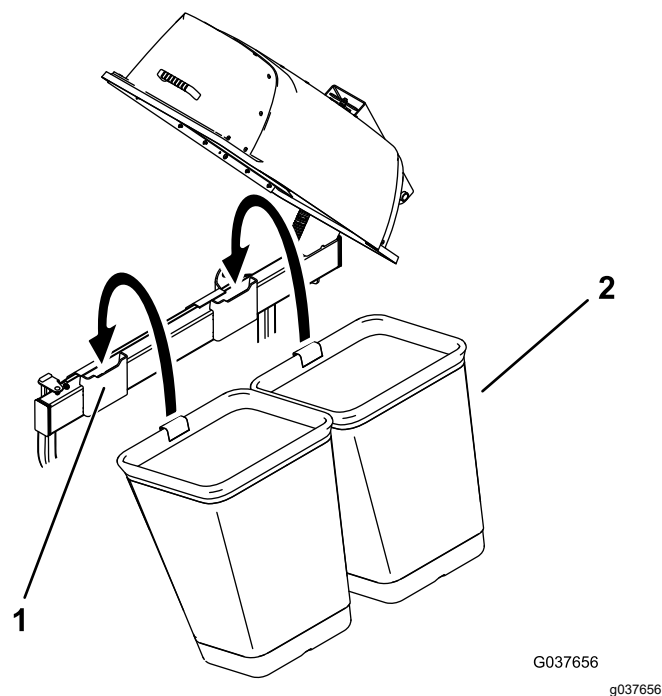

Figura 18
2. Montate i cesti sui relativi supporti (Figura 18).